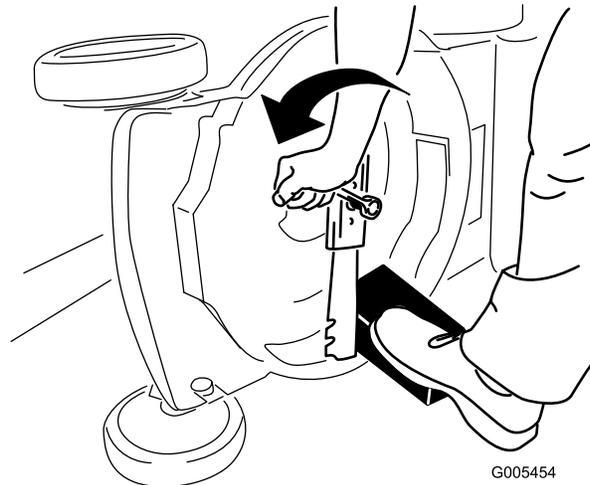

Figure 41
3. Immobilisez la lame avec un morceau de bois (Figure 41).
4. Déposez la lame mais ne jetez pas les fixations (Figure 41).